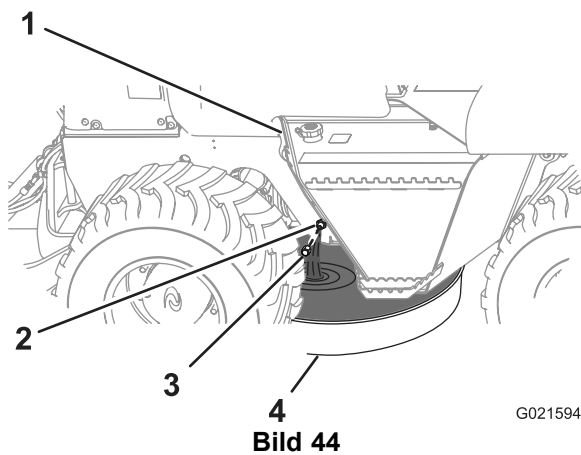

Bild 44
- Nehmen Sie die Kappe vom Ablass-Anschlussstück ab und lassen Sie das Motoröl ganz ablaufen (Bild 44).
- Setzen Sie die Kappe auf das Ablass-Anschlussstück (Bild 44).
- Nehmen Sie den Ölfüllstutzendeckel vom Füllstutzen ab; ziehen Sie den Deckel hierfür nach oben (Bild 44).